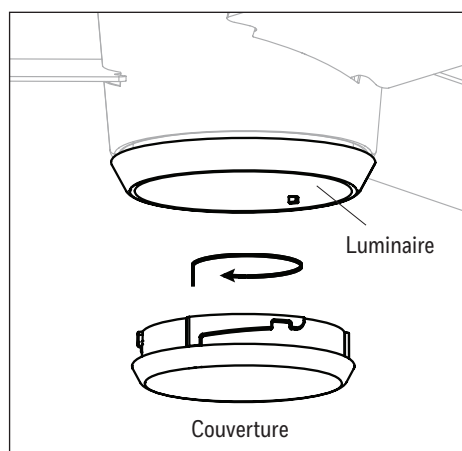

Figure 5.10
10. Fixez l'ouverture sur le plaque à lumière en tournant l'ouverture dans le sens des aiguilles d'une montre jusqu'à ce qu'il soit fermement fixé au plaque du luminaire. **MISE EN GARDE :** Évitez de déformer le filetage en installant l'ouverture. Si l'ouverture fait l'objet d'une installation inadéquate, il pourrait être difficile à retirer ou même tomber (Figure 5.10).